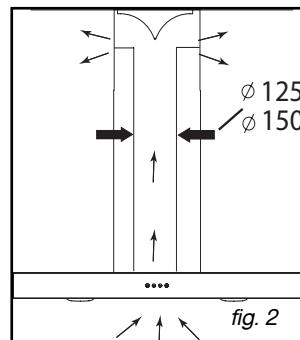

fig. 2
(fig. 2)
- Posez et fixez le corps de la hotte sur ce support avec les vis prévues en dotation (pièce C fig. 2)